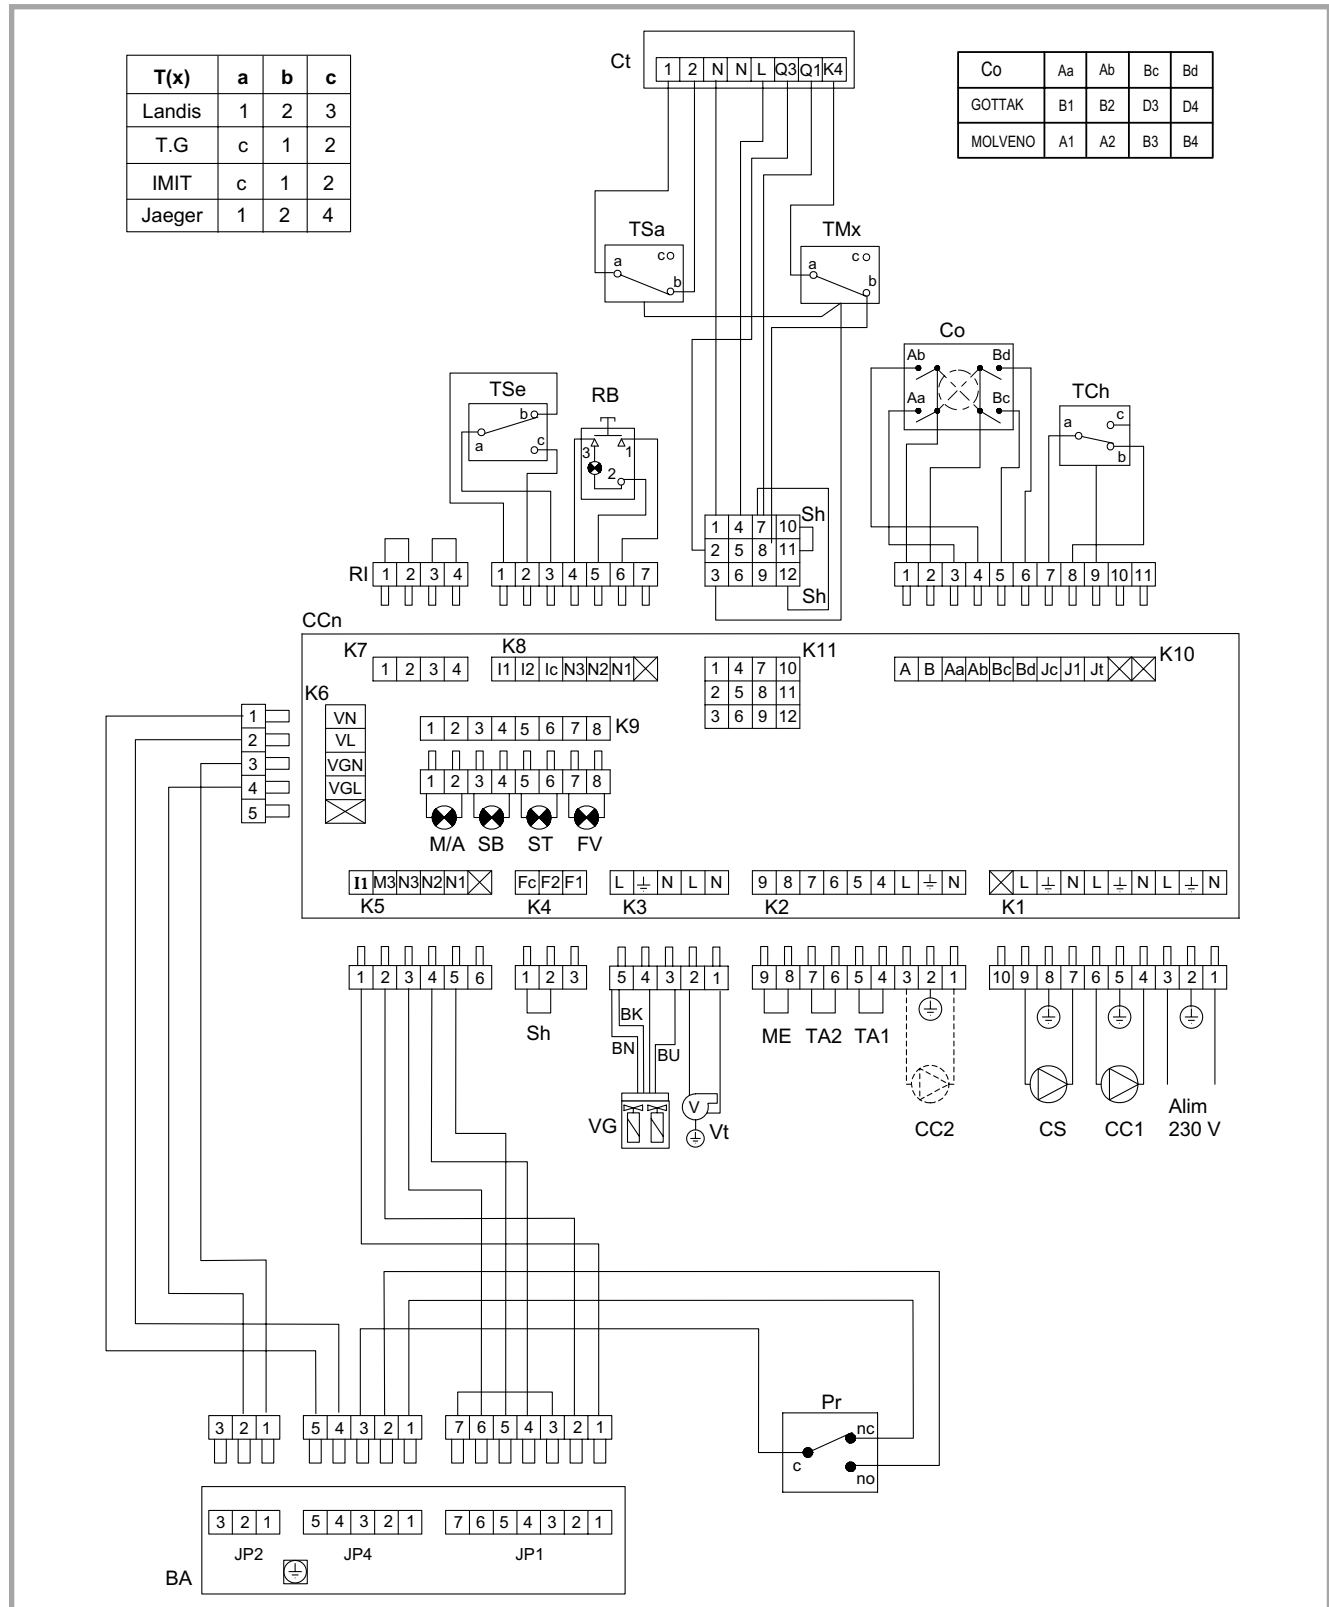

Figure 14 - Câblage électrique
- Effectuer les raccordements suivant le schéma fig. 14
| Légendes fig. 14 et 15 | |